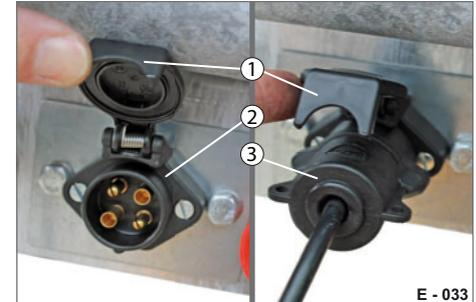

Abb. 13 Stecker geparkt
- ▶ Öffnen Sie den Deckel (Abb. 13/1).
- ▶ Ziehen Sie den Stecker (Abb. 13/3) aus der Parkdose (Abb. 13/2) heraus - nicht am Kabel ziehen.